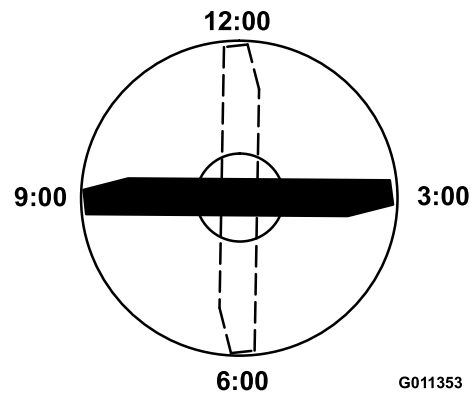

Рисунок 88
прямо по направлению скашивания) (Рисунок 88) и измерьте высоту от стола до режущей кромки ножа.
5. Поверните отмеченный конец ножа в положения «3 часа» и «9 часов» (Рисунок 88) и измерьте значения высоты.